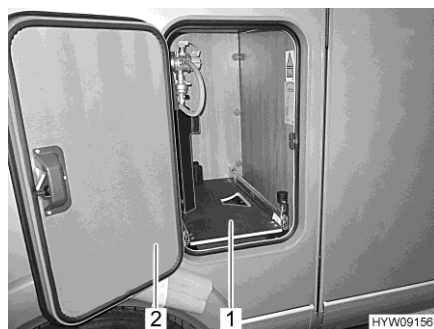

Fig. 91 Base estraibile del vano portabombole
- Aprire lo sportello (Fig. 91,2) del vano portabombole.
- Estrarre la base estraibile del vano portabombole (Fig. 91,1), fino a innestare nuovamente il pomello. La base estraibile del vano portabombole è ora bloccata in questa posizione.